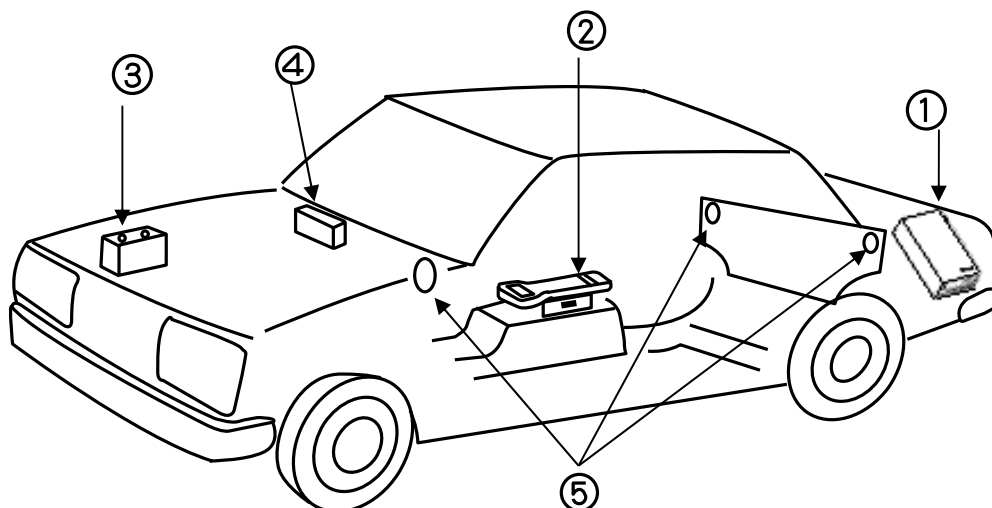

図7-1
衛星船舶・車載端末 01 を構成する衛星船舶・車載端末 01 ①、受話器②、の各取付位置及びその装置に電源を供給するための車載バッテリー③、電源制御線を接続するヒューズボックス④の各位置をそれぞれ確認する。次に、それら各装置間を接続する配線ルート、並びに隔壁貫通部（主としてトランクルーム～車室間及びエンジンルーム～車室間）⑤を決め、その間の距離を算出し、最も経済的な材料を決める。（図7-1 参照）